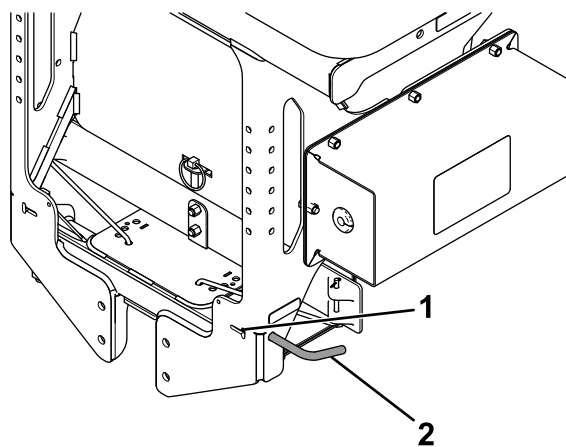

Figure 26
3. Tirez la goupille à ressort de distributeur vers l'extérieur et verrouillez-la dans la fente de la gâche (Figure 26).